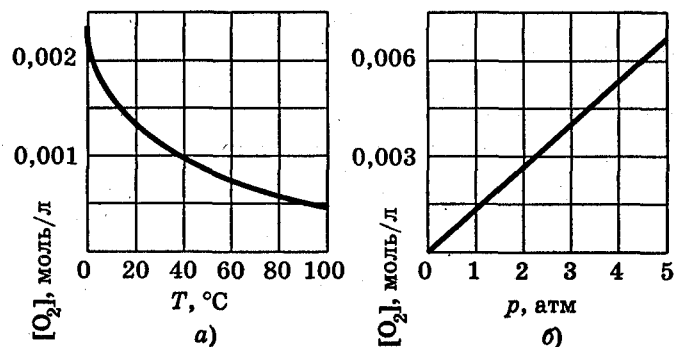

Рис. 5.2.
**Закон Генри.** Растворимость (мольная доля  $y$ ) газа в жидком растворителе прямо пропорциональна давлению газа  $p$  (см. рис. 5.2, б):